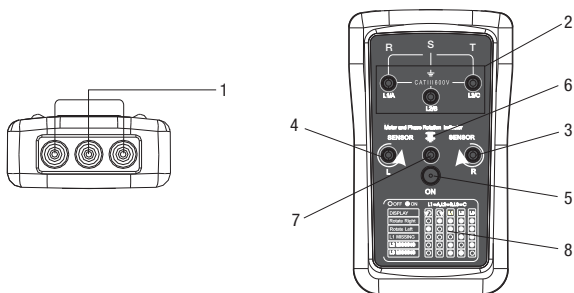
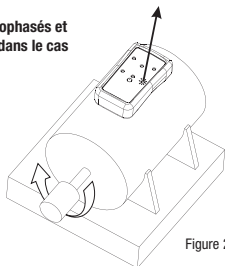

Figure 1
Figure 2
- Placer le 5124 vers le moteur, parallèlement à l'arbre du moteur. Le bas de l'instrument devrait faire face à l'arbre. Le 5124 devrait être orienté de façon à pointer à l'opposé du devant du moteur, tel qu'illustré à la Figure 2. L'indicateur d'emplacement du moteur est illustré à la Figure 1.
- Appuyer sur le bouton « ON » pour que l'indicateur d'alimentation s'allume et que le test commence. Pendant que le moteur tourne, l'indicateur de rotation horaire (R) ou antihoraire (L) s'allumera pour indiquer le sens de rotation du moteur.